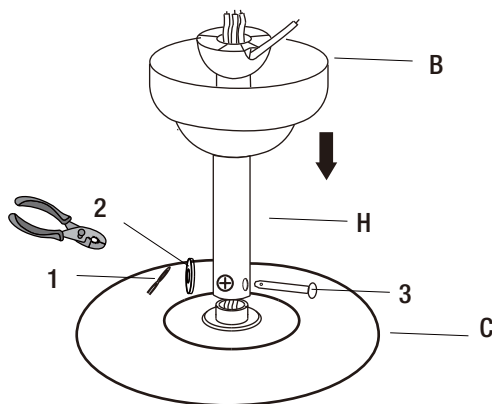

Figure 4
- Retirer la goupille fendue (1), la rondelle (2) et le pivot (3) de l'ensemble de tige de suspension (H) et les mettre de côté pour leur remise en place ultérieure.
- Insérer l'ensemble de tige de suspension (H) dans la garniture de plafond (B), puis insérer les fils du moteur dans l'ensemble de tige de suspension (figure 4).